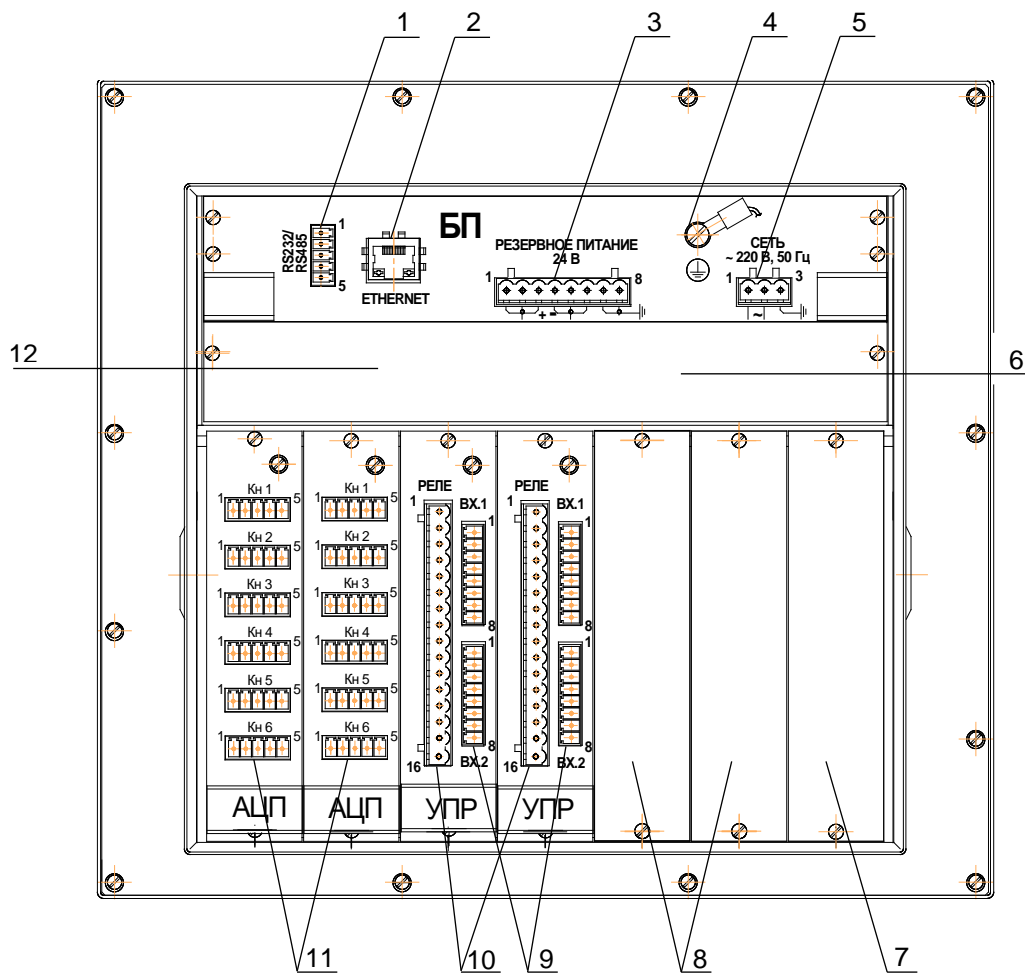

Рисунок 2.2
Рисунок 2.2а
Рисунок 2.2б
- 8 - разъемная клеммная колодка выхода ПВИ (исполнение по заказу) (рисунок 2.2), установочное место под модули ввода-вывода в соответствии с заказом (рисунок 2.2а, 2.2б);